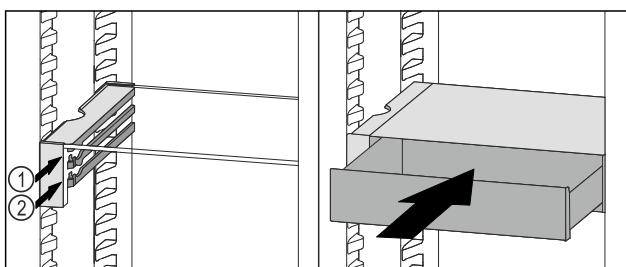

Fig. 109
- VarioSafe-Schubfach hinter den Stopfern auf gewünschter Rippe *Fig. 109 (1)* oder *Fig. 109 (2)* aufsetzen.